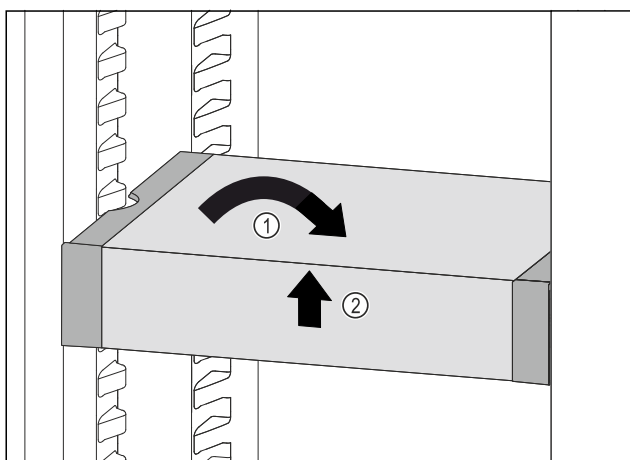

Fig. 102
- Coloque el VarioSafe en posición recta. Fig. 102 (1)
- Levante el VarioSafe por delante. Fig. 102 (2)